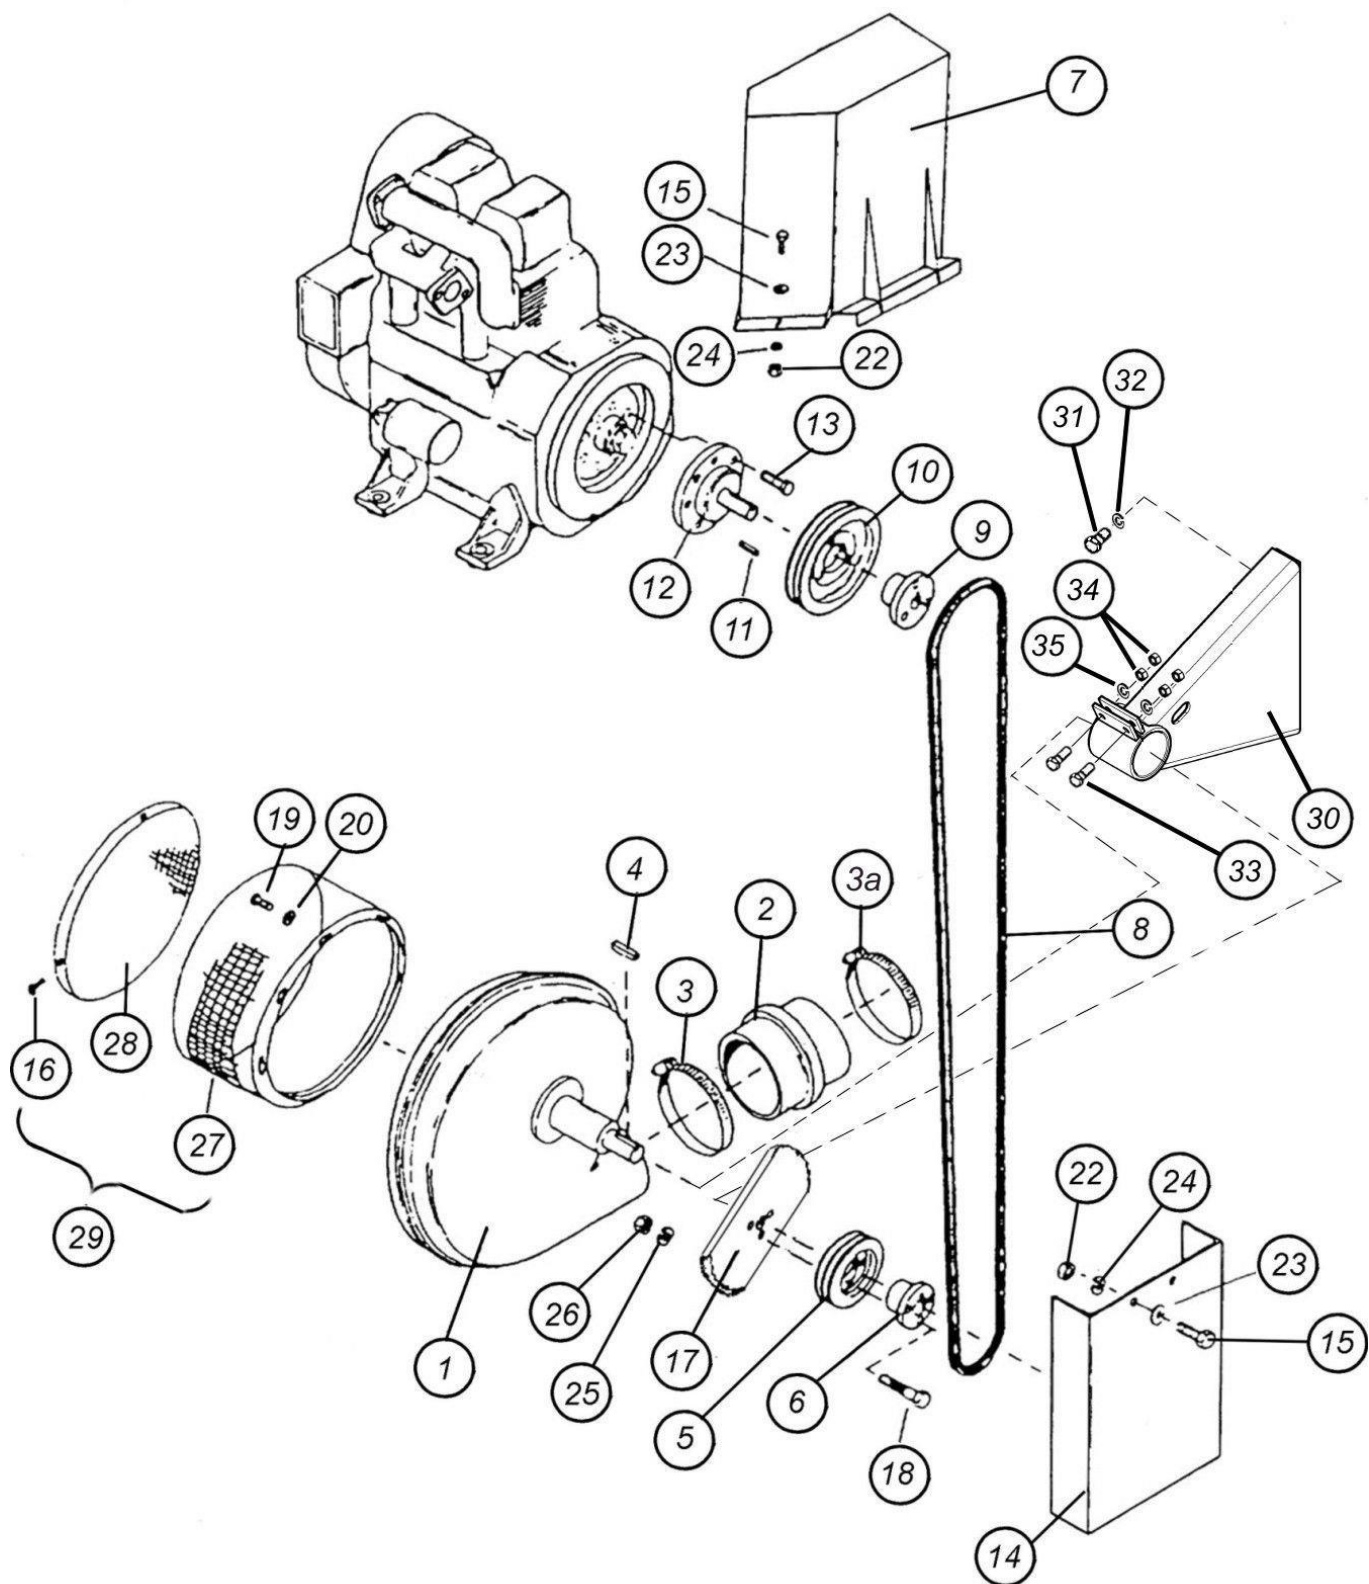

Рис. 7.2.5. Узлы и детали вентилятора с дизельным приводом
7.2.5. Дизельный привод вентилятора (рис. 7.2.5)